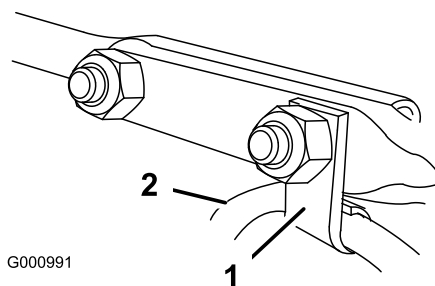

Figure 17
6. Insérez le serre-câble qui supporte le câble du déflecteur sur le boulon avant et fixez les boulons au moyens de contre-écrous fournis dans le sachet de pièces détachées (Figure 17).